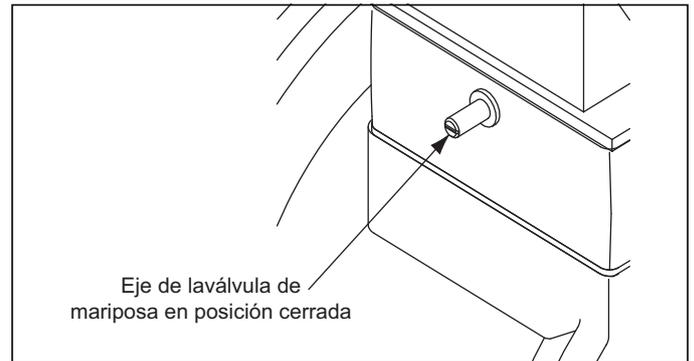

Figura 4.5 Eje de la válvula de mariposa de aire
- b. Hay una ranura al final del eje de la válvula de mariposa que mantiene una posición paralela al regulador de aire. Esta ranura se utiliza como una indicación visual de la posición de la válvula de mariposa. La válvula de mariposa está cerrada cuando la ranura del eje está perpendicular a la dirección del flujo de aire a través de la válvula de mariposa. Véase la figura 4.5.